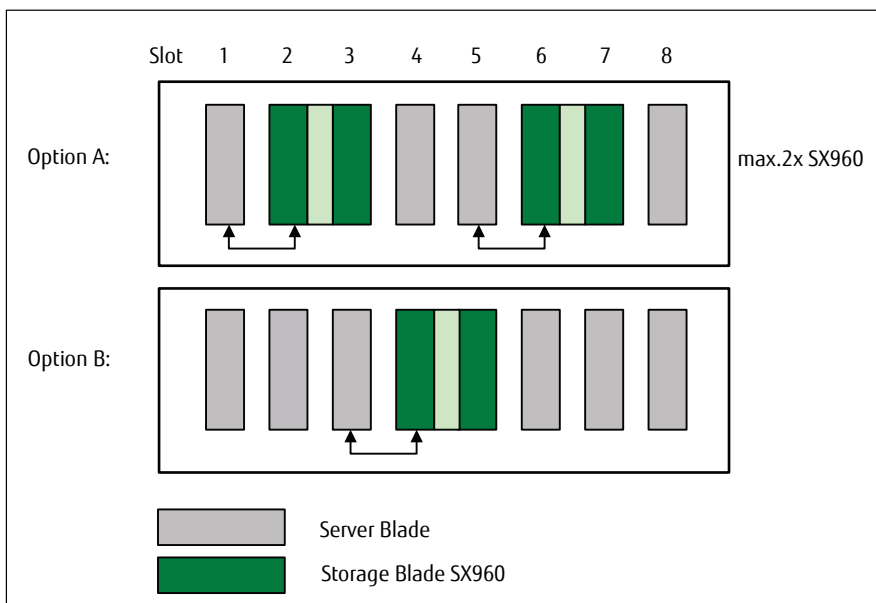

図 3: SX960 S1 ストレージブレードの BX400 S1 システムユニットへの取り付け規則
- ▶ BX400 S1 システムユニットのスロット 2 と 3 およびスロット 6 と 7 またはスロット 4 と 5 にのみ、SX960 S1 ストレージブレードを取り付けられます。これにより、左のサーバブレードに追加のディスクスペースを提供することができます (図 3 を参照)。